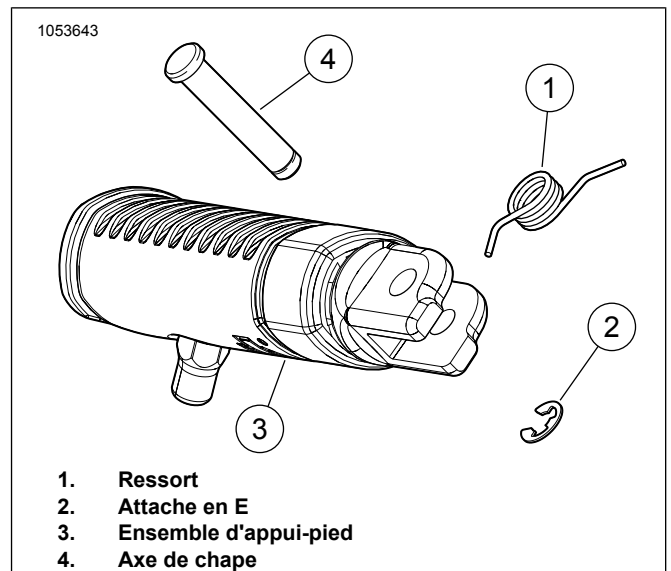

Figure 4. Pose du ressort de torsion d'appui-pied conducteur
4. Voir la figure 4. Insérer la branche courte du ressort (1) dans le trou du repose-pied (3).